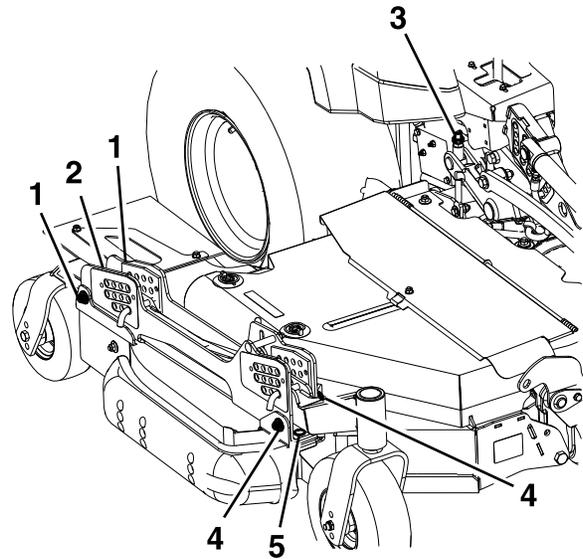

Figura 82
pletinas de suspensión/altura de corte. Hay 4 posiciones (2 en cada lado del canal), como se muestra en la Figura 82.
- Si la carcasa está demasiado baja, apriete el perno de ajuste de altura delantero (Figura 82) girando la tuerca inferior en sentido horario.
- Si la carcasa está demasiado alta, afloje el perno de ajuste de altura delantero (Figura 82) girando la tuerca inferior en sentido antihorario. Afine la posición de las tuercas de ajuste traseras según sea necesario.
Ajuste la altura de la rueda trasera (Figura 82) hasta que la rueda trasera apenas toque el suelo con una presión mínima.
4. Mida la parte trasera de las cuchillas laterales. Si cualquiera de las cuchillas tiene una inclinación de menos de 1.5 mm ($\frac{1}{16}$ "), eleve la parte trasera de la carcasa apretando los ajustes traseros izquierdo y derecho (Figura 82) hasta que las 4 cuchillas tengan una inclinación mínima de 1.5 mm ($\frac{1}{16}$ "). Ajuste las ruedas laterales traseras hasta que apenas toquen el suelo con una presión mínima. Apriete las 4 posiciones de montaje traseras de las pletinas de suspensión (Figura 82).